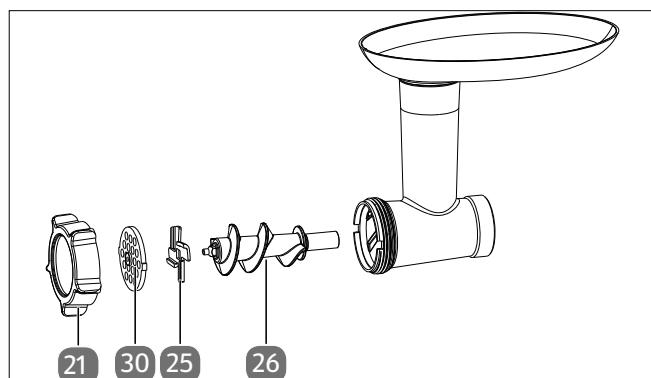

Fig. 12 – Accessori per tritacarne
- Assemblare il tritacarne con i relativi accessori nell'ordine indicato nella figura riportata sopra (vedere Fig. 12).